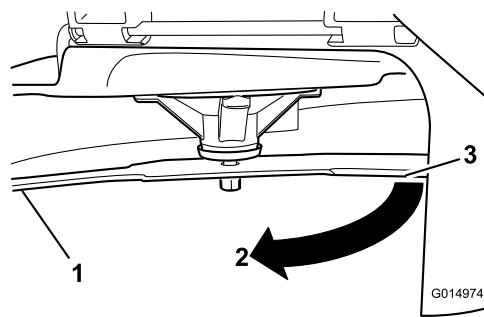

Figura 54
- Ruotate la stessa lama di 180 gradi in modo che il tagliente opposto si trovi ora nella stessa posizione (Figura 54).